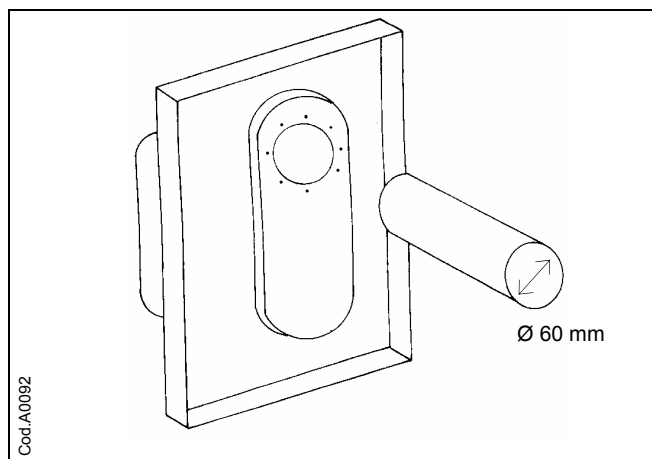
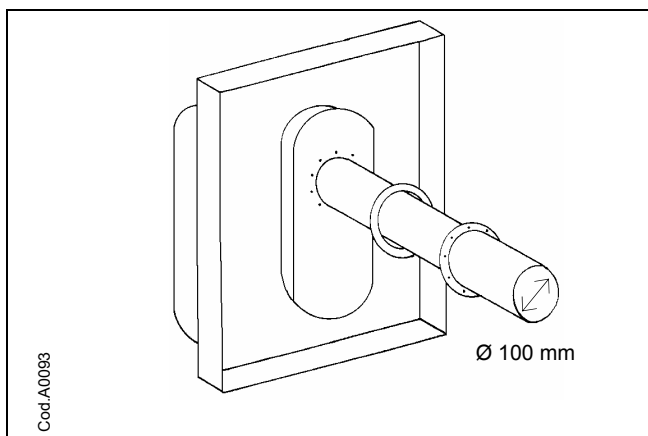

Figura 6
Figura 7
7. Inserire il tubo più piccolo ($\varnothing$ 60 mm) nella camera di combustione (vedi Figura 6) . Calzare il tubo più grande ($\varnothing$ 100 mm) quindi fissarlo all'apparecchio con le viti in dotazione interponendo la guarnizione di tenuta (vedi Figura 7).